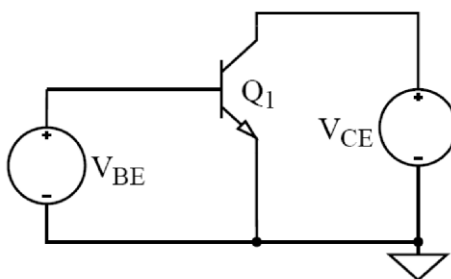

Figura 1: Circuito para la simulación de la curva de transferencia.
- a. **Simulación de la Curva de transferencia:** Utilizar el circuito de la figura 1 para obtener la curva de transferencia y la corriente de base mediante simulación. El transistor a utilizar (TBJ NPN) y algunos de los parámetros para las simulaciones se presentan en la tabla 1. Todos estos modelos de transistores están provistos por las bibliotecas internas de LTSpice® (en caso de no encontrarlo se deberá buscar el modelo y agregarlo para poder realizar la simulación correctamente).